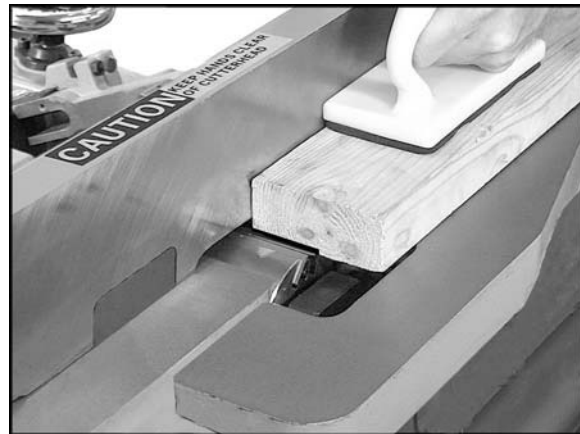

Figure 42
Un refeuillage est une coupe de rainure le long de l'extrémité d'un panneau. Voir la Figure 42. La largeur et l'épaisseur du bois à refeuille dépendent de la largeur et de la longueur du refeuillage. Toutefois, ne refeuillez jamais un morceau de bois d'une longueur inférieure à 12".
4. Connectez à nouveau la dresseuse à une source d'énergie. Il est plus facile et plus sécurisant d'effectuer une série de coupes peu profondes. Abaissez la table d'alimentation de 1/32" d'un seul coup et effectuez des coupes successives jusqu'à ce que vous obteniez la profondeur de refeuillement souhaitée. Voir Figure 42.